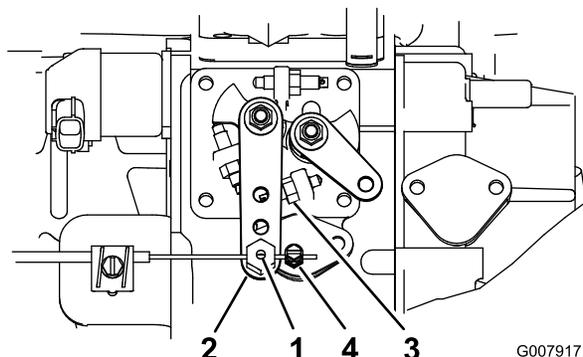

Figura 53
2. Allentate il raccordo del cavo dell'acceleratore, sul cavo dell'acceleratore, vicino alla leva della pompa di iniezione (Figura 53).
3. Tenete il braccio della leva della pompa di iniezione contro il fermo della minima superiore (Figura 53).